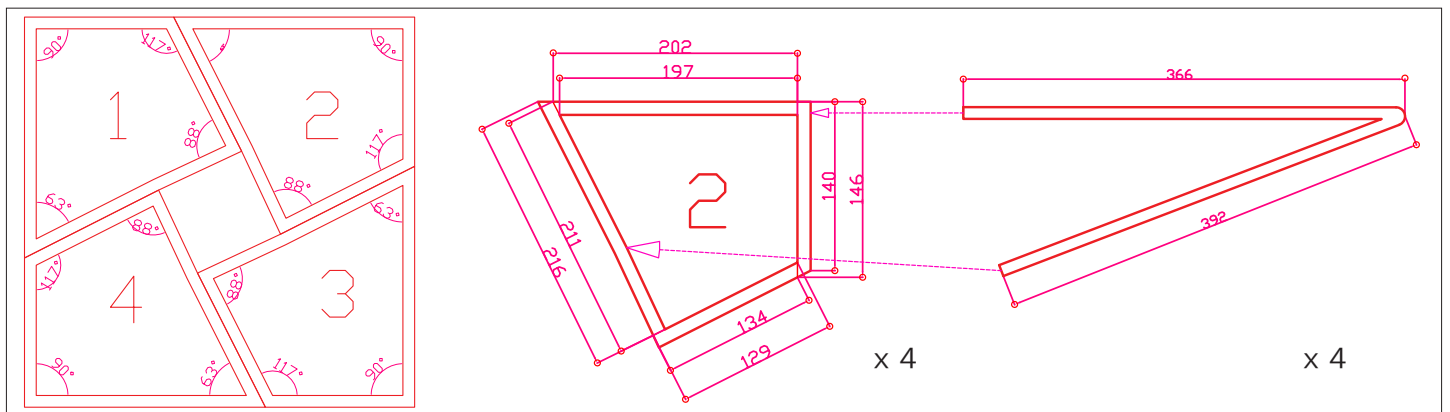

図3. 鉄筋寸法
## 4. 鉄筋寸法 (図3)
今回の制作では、スツールの軽量化と強度を考慮して異形鉄筋 D10 を用いた。図3に座面と脚部の詳細寸法・角度を示す。座面は4つの四角形からなり (図の左)、個々の四角形を4本の鉄筋を溶接して制作することとした (図の中)。脚部 (図の右) の両端と座面の説後箇所を矢印で示した。
①治具作成：まず角度を鉄板にマーキングする。マーキングしたら上に材を置き、動かないように横に衝立をしていく。衝立の板を溶接して固定。溶接後もう一度角度をチェックして完成。
②座面溶接：アーク溶接機で治具の上に材を置き溶接していく。同じものを4つ溶接していく。このとき、角度がそろっているか確認する。
③座面仕上げ：完成部材が4つ仕上がったら各部材の溶接部分をグラインダーで仕上げる。この時溶接部に溶接欠陥があったら溶接し直す (写真4)。
④脚部溶接：座面と4脚部を図3の位置で接合するように組み立て溶接する。
⑤脚部仕上げ：グラインダーで最後の仕上げ。座面と足の角度や固定の端など目に見える部分はグラインダーで研磨して仕上げる。